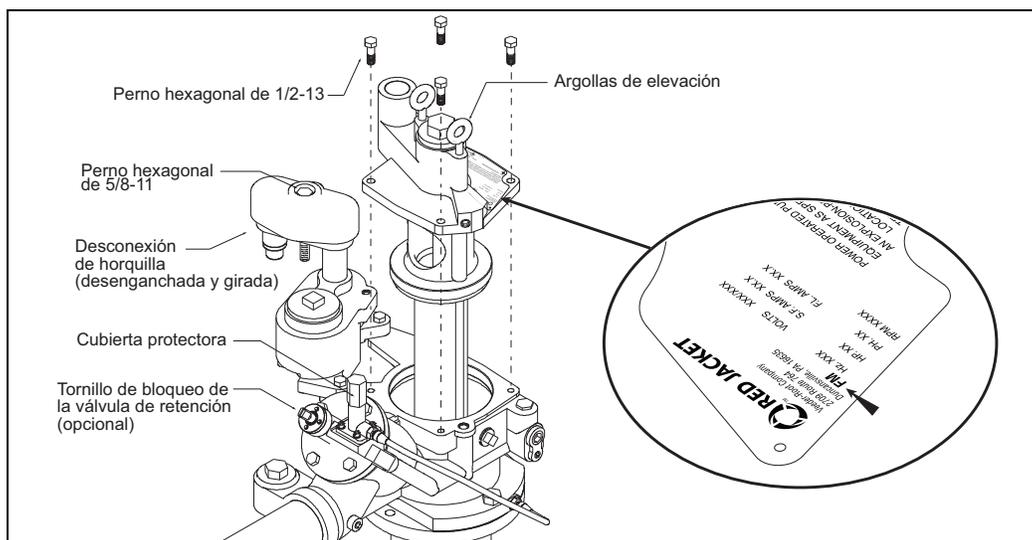

Figura 14. Maxxum® - Sección extraíble que muestra "FM" en la matrícula
Solamente los ensambles del motor de la bomba indicados en la Tabla 10 son compatibles con la bomba Maxxum®. Están marcados con "FM" en la matrícula (Figura 14).
2. Desenrosque el perno de 5/8 pulgadas y jale la horquilla hacia arriba y gírela 90° hacia la izquierda (vea la Figura 14).
Instalación del ensamble Extracta (consulte la Figura 14)